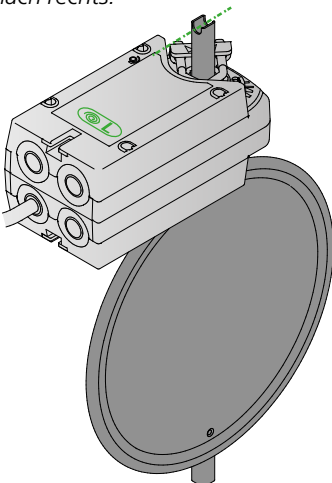

Abb. 10. Klappe geöffnet mit Überbrückung nach links (NO).
4. Montieren Sie die Wellenklammer und die Sicherungsscheibe wieder. Öffnen Sie anschließend das Klappenblatt, siehe Abb. 10.